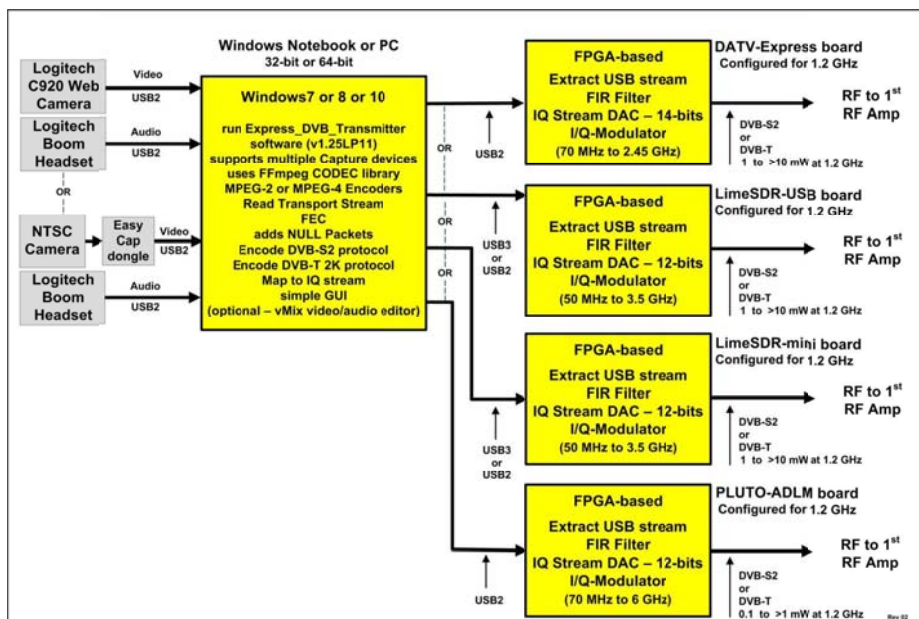

Figure 1 - Schéma du logiciel v1.25LP11 Express_DVB_Transmitter avec possibilités pour l'exécution d'une des quatre cartes de l'émetteur
Ce Guide de l'utilisateur couvre l'utilisation du logiciel de Express_DVB_Transmitter pour conduire l'émetteur-Express DATV Conseil dans les deux environnement Windows 32 bits ou 64 bits sur les ordinateurs de bureau et portables basés sur Intel, comme le montre Figure 1 et Figure 2. Pour la préparation du protocole DVB-S, le PC Windows capture le flux d'entrée audio / vidéo, utilise CODEC logiciel basé sur l'encodage, prépare le flux de transport (TS) et gère l'interface graphique. Le conseil d'administration du matériel FPGA fait la plupart du travail pour le traitement du protocole DVB-S, en ajoutant les calculs Forward Error Correction (FEC). La carte matérielle DATV-Express façonne également les flux de données de QI et module en utilisant un modèle Analog Devices ADRF6755 puce IQ-modulateur.
Lors de l'exécution du protocole DVB-S2, le FPGA sur la carte DATV-Express est trop petit pour coder le protocole DVB-S2. La même restriction FPGA est vrai pour le protocole DVB-T. Par conséquent, à la fois le DVB-S2 et DVB-T protocoles doivent être codés sur l'ordinateur Windows (comme le montre Figure 2). Tous les protocoles doivent me codé sur l'ordinateur Windows pour les deux cartes matérielles LimeSDR et PLUTO comme le montre Figure 1.
Le logiciel Express_DVB_Transmitter nécessite un bureau Windows / ordinateur portable et la carte de modulateur de matériel pour effectuer tout le traitement DVB-S. Étant donné que le logiciel Express_DVB_Transmitter prend désormais en charge d'autres cartes de modulateur (voir Figure 1), différents pilotes doivent être installés pour chaque type de carte de modulateur de matériel. Le PC Windows capture la vidéo et l'audio, puis envoyer le traitement de flux de transport (TS) flux de données à la carte modulateur de matériel via une connexion USB2. Le FPGA sur la carte du matériel fait tout le protocole DVB-S encodage. Voir Figure 1